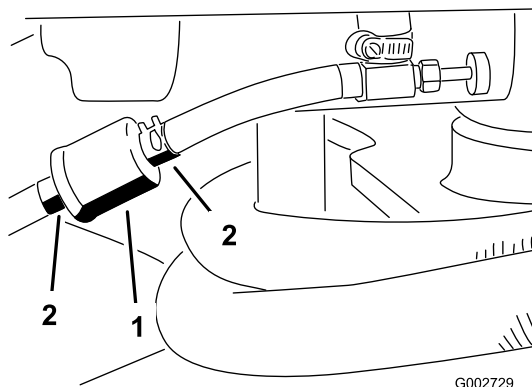

Figura 28
1. Cierre la válvula de cierre de combustible, afloje la abrazadera en el lado del carburador del filtro y retire del filtro el tubo de combustible (Figura 28).